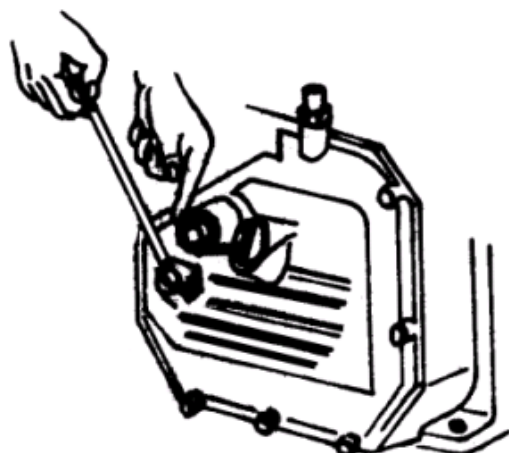
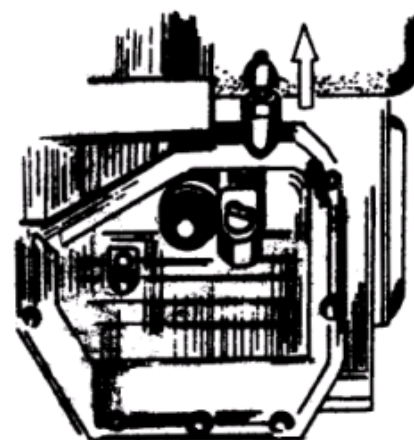

Рис. 7 Проверка уровня масла
Рис. 8 Индикатор уровня масла перед запуском поднимается
- (1) Проверьте уровень масла с помощью масляного щупа и долейте масло до верхней отметки на щупе, как показано на рис. 7.
- (2) При проверке уровня масла не вворачивайте щуп проверки уровня смазочного масла и обеспечьте горизонтальное положение двигателя.
- (3) Проверьте циркуляцию масла. Поверните декомпрессионный рычаг левой рукой и медленно проворачивайте двигатель пусковой рукояткой, пока не поднимется индикатор уровня масла, как это показано на рис. 8. Если индикатор не поднимается, это означает наличие неисправности в смазочной системе.